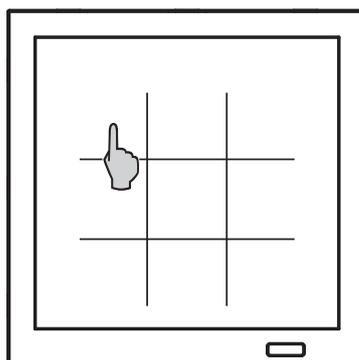
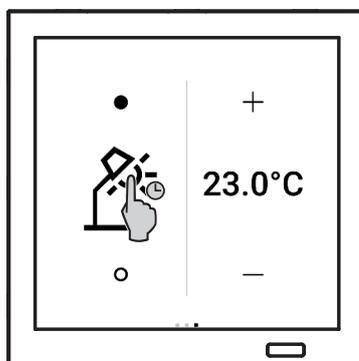

Fig. 8: Affichage de la zone/fonction
Fig. 9: Affichage de la fonction
- Sélectionner l'icône pour la zone (fig. 8) dans le menu principal.
- Sélectionner l'icône pour la fonction (fig. 8) dans la zone respective ou appuyer dans les favoris et maintenir enfoncé (fig. 9).